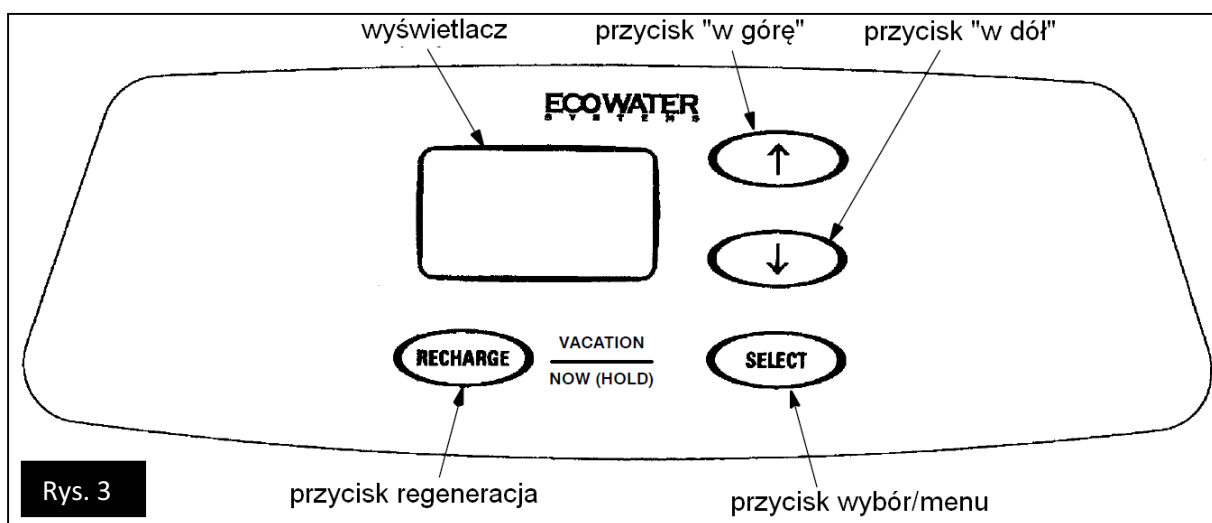

Rys. 2
1. Podłączenie odprowadzenia popłuczyn po regeneracji. (patrz rys.2)